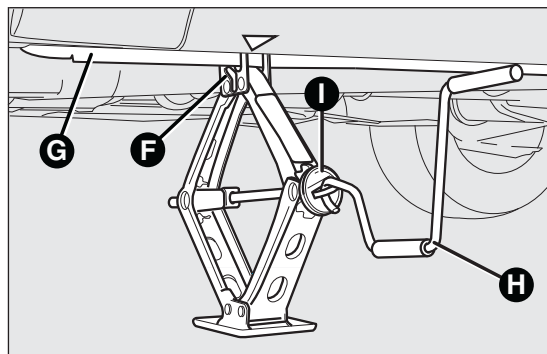

fig. 99
- ☐ girar la manivela del gato para abrirlo parcialmente fig. 99;
- ☐ asegurarse de que la ranura F fig. 99 del gato calce bien en la aleta G fig. 99 del larguero;
❑ introducir la manivela H fig. 99 en el dispositivo I fig. 99 del gato y levantar el vehículo hasta que la rueda se eleve unos centímetros del suelo. Girando la manivela, asegurarse de que la rotación se efectúe libremente sin riesgo de producir abrasiones en la mano debido al roce contra el suelo. Los partes móviles del gato (tornillos y articulaciones) también pueden ocasionar lesiones: evitar el contacto con ellas. En caso de ensuciarse con grasa lubricante, limpiarse cuidadosamente;